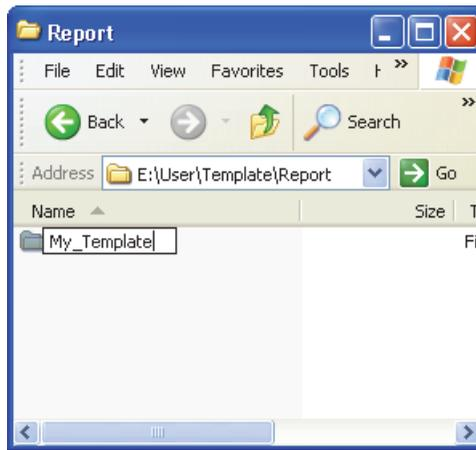

Figure 7-5 Chemin d'accès des fichiers de rapport personnalisé
4. Renommez le dossier \User\Template\Report\Complete\ que vous venez de copier du nom de votre choix (le dossier a été renommé My_Template dans l'exemple de la Figure 7-5 à la page 209).